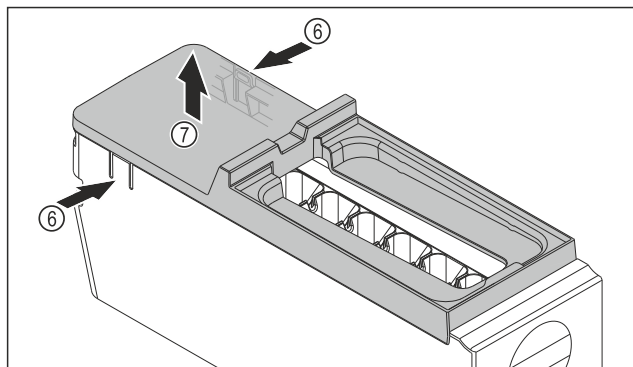

Fig. 106
- ▶ Vyjmutí krytu korpusu EasyTwist-Ice: Lamely Fig. 106 (6) na obou stranách korpusu EasyTwist-Ice stlačte jednou rukou.
- ▶ Kryt Fig. 106 (7) vyjměte druhou rukou nahoru.